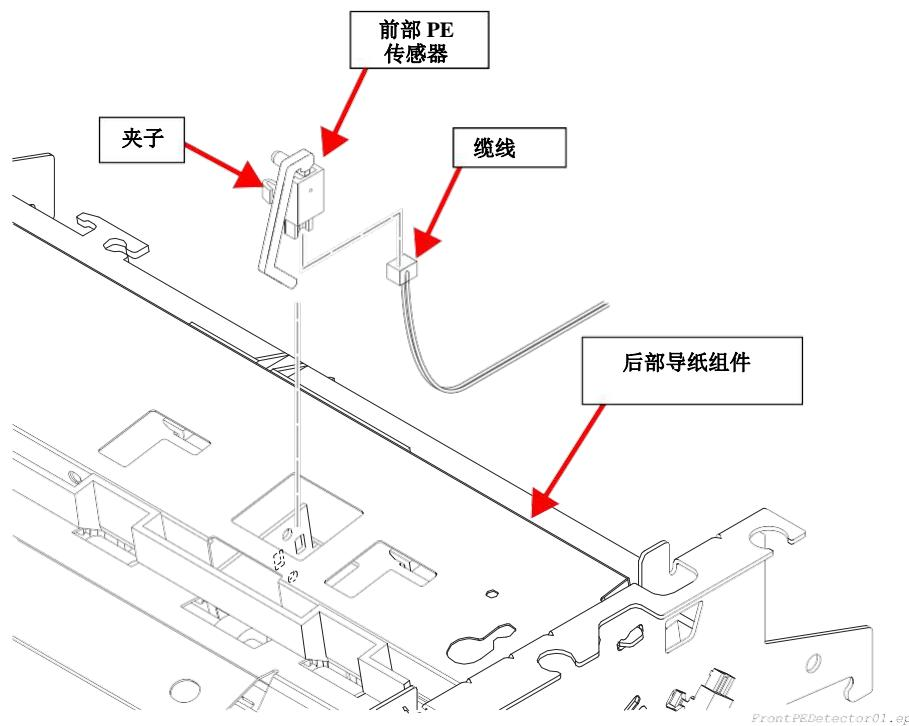

图 4-25. 前部 PE 传感器的拆卸
2. 把用于将前部 PE 传感器固定到后部导纸组件上的 2 个卡子松开, 然后取出传感器。(参见图 4-25)